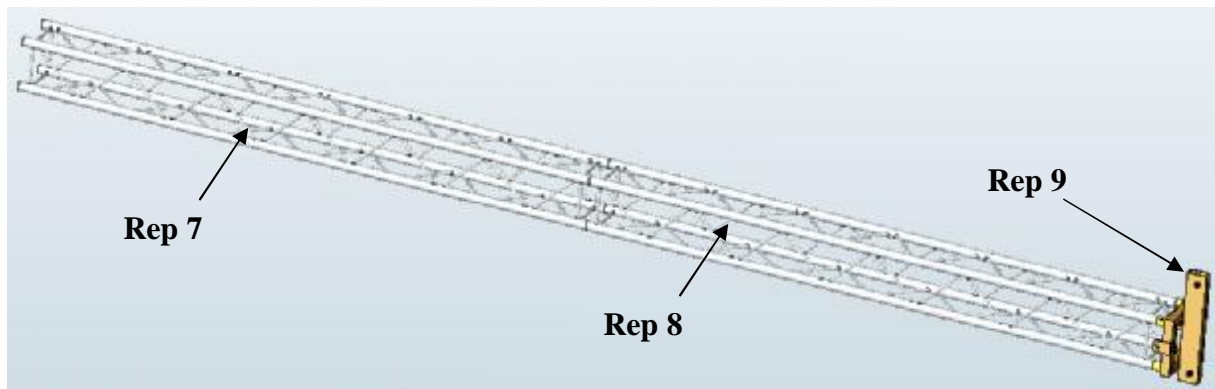
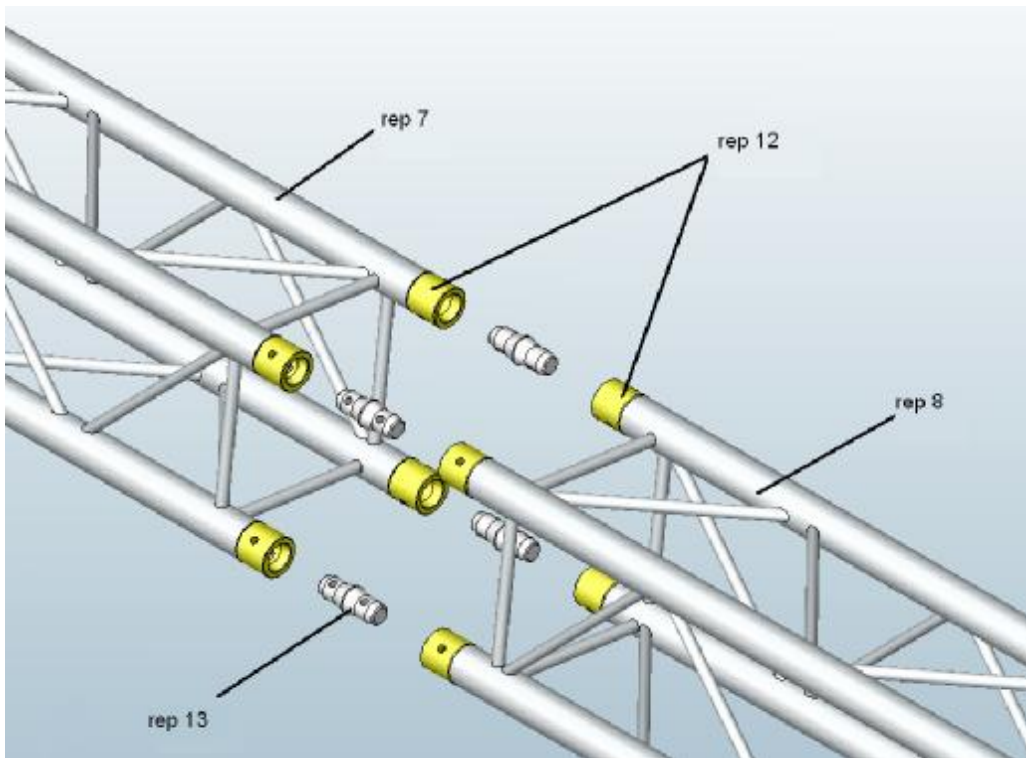

fig.6
fig.7
a) Positionner les mâts 1 (rep 7) et 2 (rep 8) ainsi que la tête de tour (rep 9), horizontalement (fig.6), de manière à pouvoir assembler les manchons mâles et femelles, (fig.7).
b) Assembler les manchons mâles (rep 13) et femelles (rep 12) à l'aide d'une goupille de sécurité en la plaçant dans le trou prévu à cet effet (fig.7).